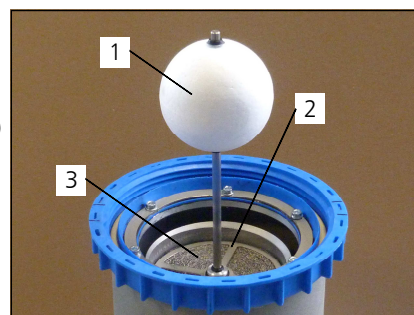

Fig. 2
- Schwimmer und untere Abdeckplatte entfernen (Fig. 2)